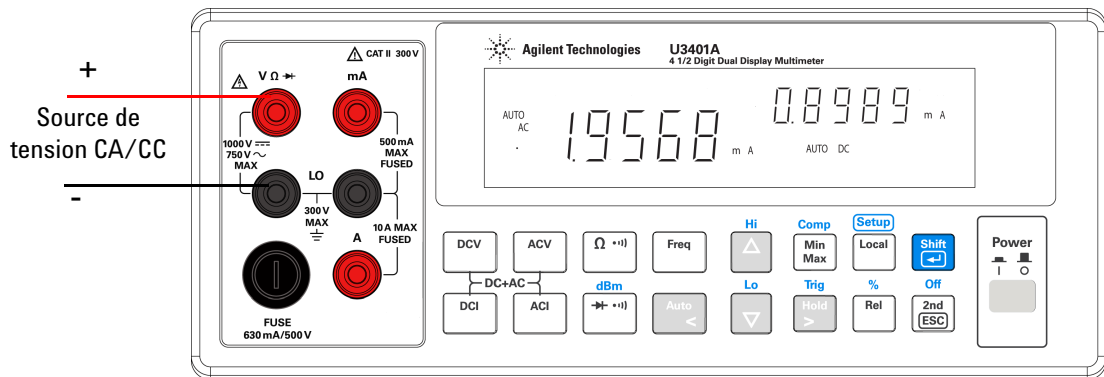

Figure 3-1 Borne de connexion pour la mesure de la tension CC et de l'ondulation CA
- 1 Connectez les cordons de test rouge et noir à la borne d'entrée et sondez les points de test tel qu'indiqué en Figure 3-1.